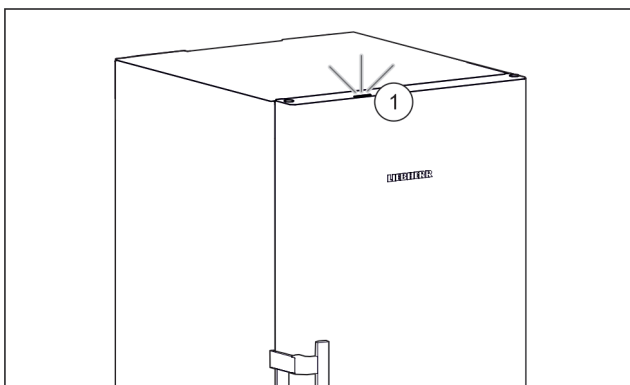

Fig. 51 Aktivní stavové světlo při zavřených dveřích
- ▷ Stavové světlo Fig. 51 (1) je aktivované.